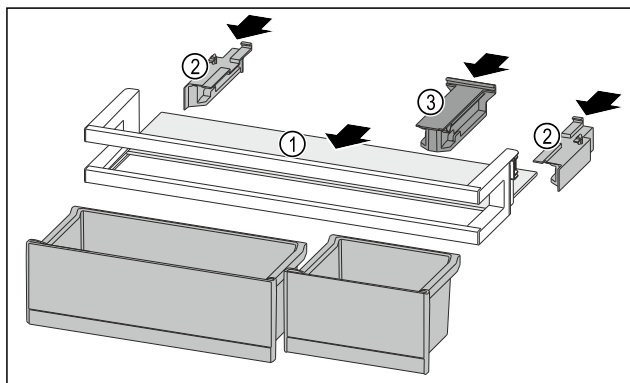

Fig. 195
- Abstellfläche Fig. 195 (1) in die seitlichen Aussparungen einschieben.
- Seitenteile Fig. 195 (2) einsetzen.
- Halteteil Fig. 195 (3) einsetzen.